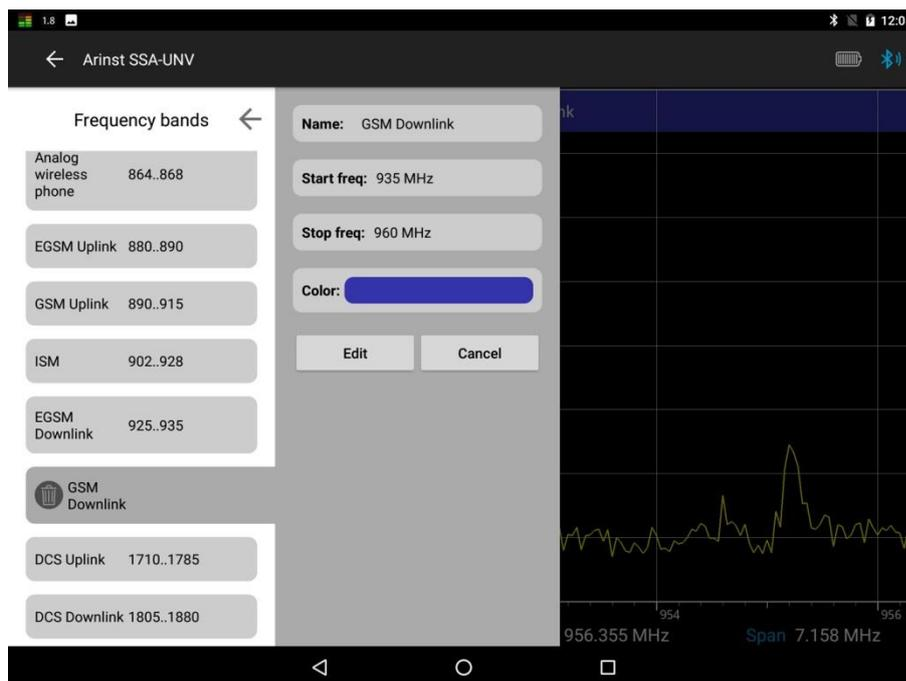

Рисунок 87 – Установка диапазона частот из списка диапазонов.
9.6.3. Подключите антенну к антенному входу RF IN прибора. Включите прибор, подключите к прибору планшет/смартфон. Запустите программу управления и войдите в меню установки диапазона частот **Frequency** и установите диапазон частот. Диапазон частот устанавливается либо выбором из предустановленных диапазонов в меню Frequency bands (рисунок 87),